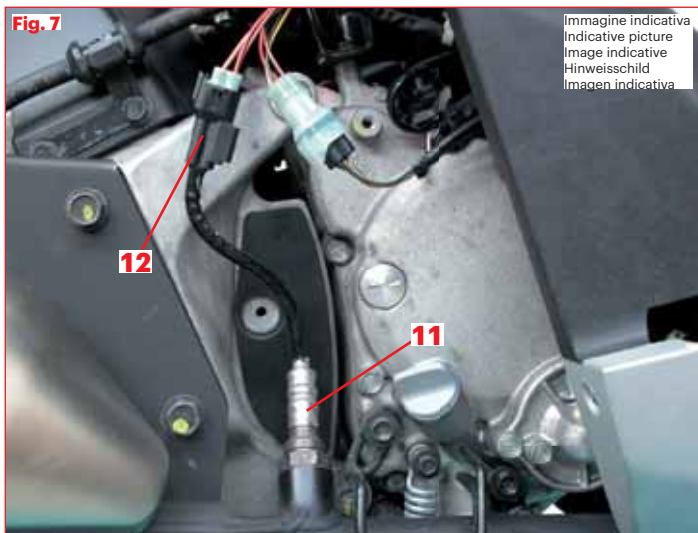

**Fig. 6**
**Art. 5514746 (Fig. 6)**
- Die auf dem Auspuff positionierte Lambdasonde (8) wurde ermittelt, die Kabelverbindung bis zum Konnektor führen.
- Den Injektor (9) ermitteln und ihn durch Zwischenschaltung des vom O2-Regler (Fig. 6) ausgehenden Konnektors trennen.
**Achtung:** den Ösenanschluss mit dem Drosselklappengehäuse (10) verbinden, um Fehlfunktionen des Systems vorzubeugen (Fig. 6).
- Identifique el inyector **(9)** y desconéctelo introduciendo el conector procedente del O2 controller **(Fig. 6)**.
**Atención:** conecte la anilla de masa encima del elemento de mariposa **(10)**, para evitar el funcionamiento incorrecto del sistema **(Fig. 6)**.